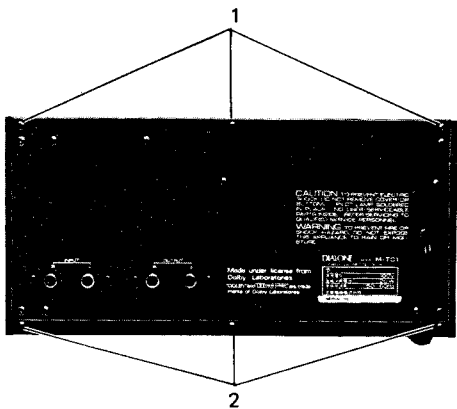

Abb. 1
Die drei Schrauben (1) gemäß Abb. 1 herausdrehen und das obere Gehäuse nach hinten vom Gerät abziehen.
Dazu die drei Schrauben (2) gemäß Abb. 1 entfernen.